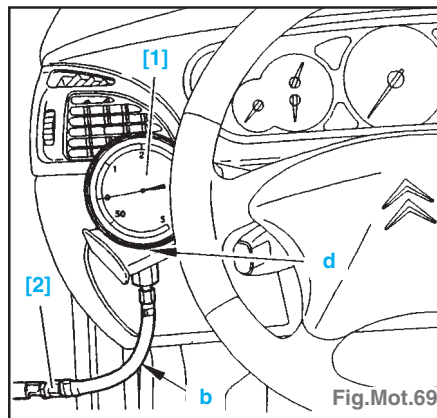

Fig.Mot.69
- Placer le manomètre sur le porte-gobelet en «d» et raccorder le prolongateur [2] sur la durit «b» et l'outil [5] (Fig.Mot.69).